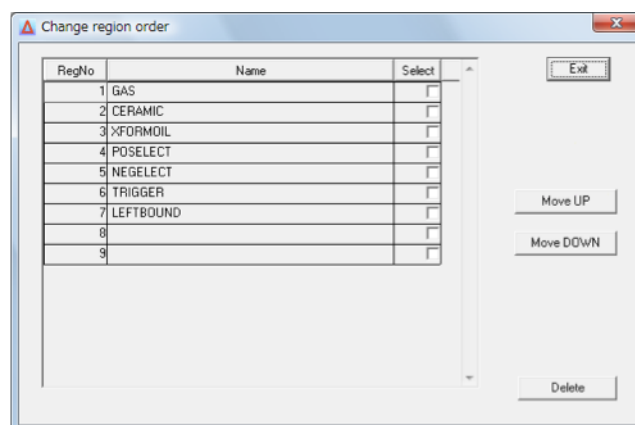

図 18 スクリプトの領域の順序を変更するダイアログ
2.3 節で述べたように、**Mesh** スクリプトの領域の順序(region order)は、領域間で共有された部分がどちらの領域によって上書きされるかを決定します。この順序はメッシュから導かれる計算結果に重大な影響を与えることがあります。このコマンドにより、図 18 のダイアログが表示され、スクリプトに記録される順序を修正できるようになります。順序を変えたい領域の右側にあるチェックボックスをチェックしてください。次に、「Move UP」または「Move DOWN」